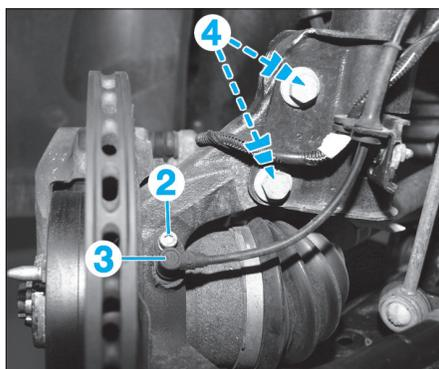

Fig. 2
- la vis de fixation (2) du capteur ABS (3) (**Fig.2**),
- le capteur ABS (3),
- les écrous de fixation (4) de l'amortisseur sur le pivot,